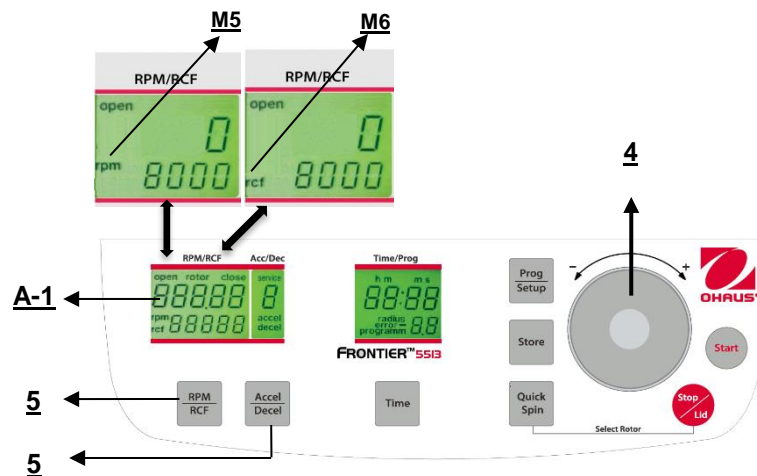

Figure. 16
Cette présélection est activée au moyen de la touche "RPM/RCF" (5) (voir la figure 16 ci-dessous). En appuyant sur la touche une fois, le mot "rpm" (M5) clignote. En appuyant sur la touche deux fois, il est possible de présélectionner les forces centrifuges. Le mot clignotant "rcf" (M6) apparaît alors. Il est possible de définir les valeurs désirées avec le cadran de réglage (4). Sur l'affichage (A-1), la valeur réglée est présentée en permanence, avant, pendant et après la centrifugation.